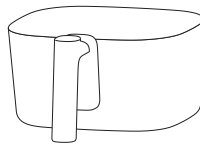

Abb. 1
1. Fritteuse : Die Fritteuse ist das Hauptutensil zum Kochen von Zutaten mit einem maximalen Volumen von 4 L (Abbildung 1).